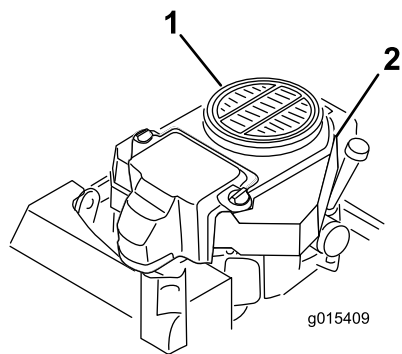

Figura 61
3. Togliete la griglia della presa d'aria e la sede della ventola (Figura 61).
5. Installate la griglia della presa d'aria, l'avviatore autoavvolgente e la sede della ventola (Figura 61).